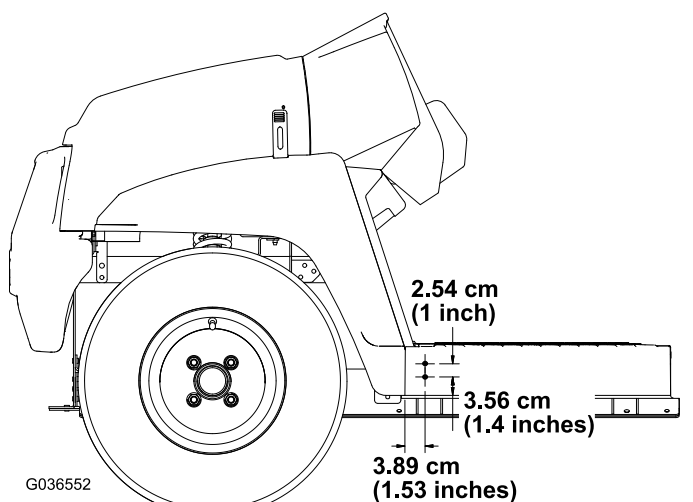

Figura 29
- Utilizând dimensiunile indicate în Figura 29, realizați 2 orificii (5/16") în exteriorul panoului de podea în partea stângă și partea dreaptă a mainii.